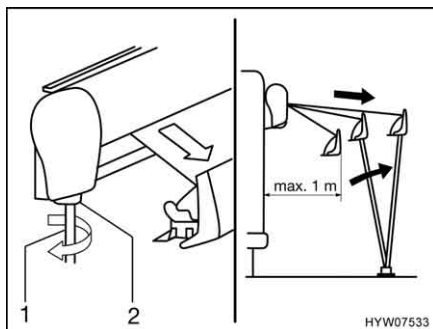

Fig. 16 Estrazione della tenda
- Inserire la manovella (Fig. 16,1) nel supporto a baionetta (Fig. 16,2) della tenda e girarla in senso antiorario. La tenda si apre dopo un paio di rotazioni.